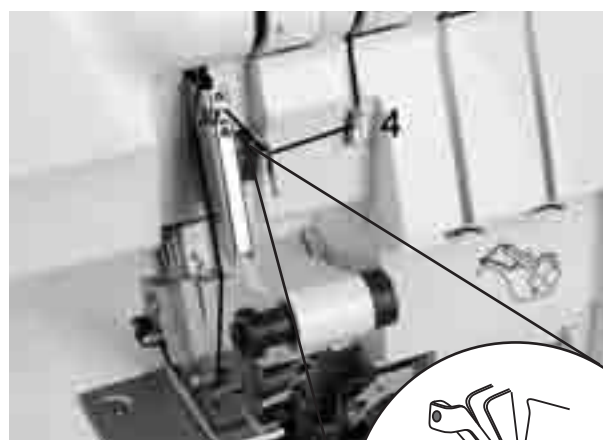

Bild 27
4. Trä tråden enligt de gröna markeringarna (4-7) (bild 27/28).